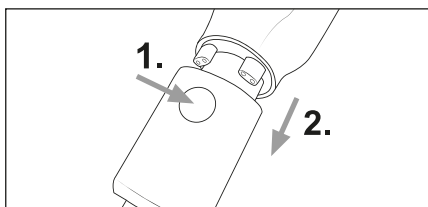

Abb. 12
- ◆ Pentru îndepărtarea periei combinate 2 în 1 ⑬ mențineți apăsată tasta de deblocare de pe peria combinate 2 în 1 ⑬, apoi trageți accesoriul de pe țeava de aspirare ㉓ sau din orificiul de aspirare al aparatului (a se vedea fig. 12).